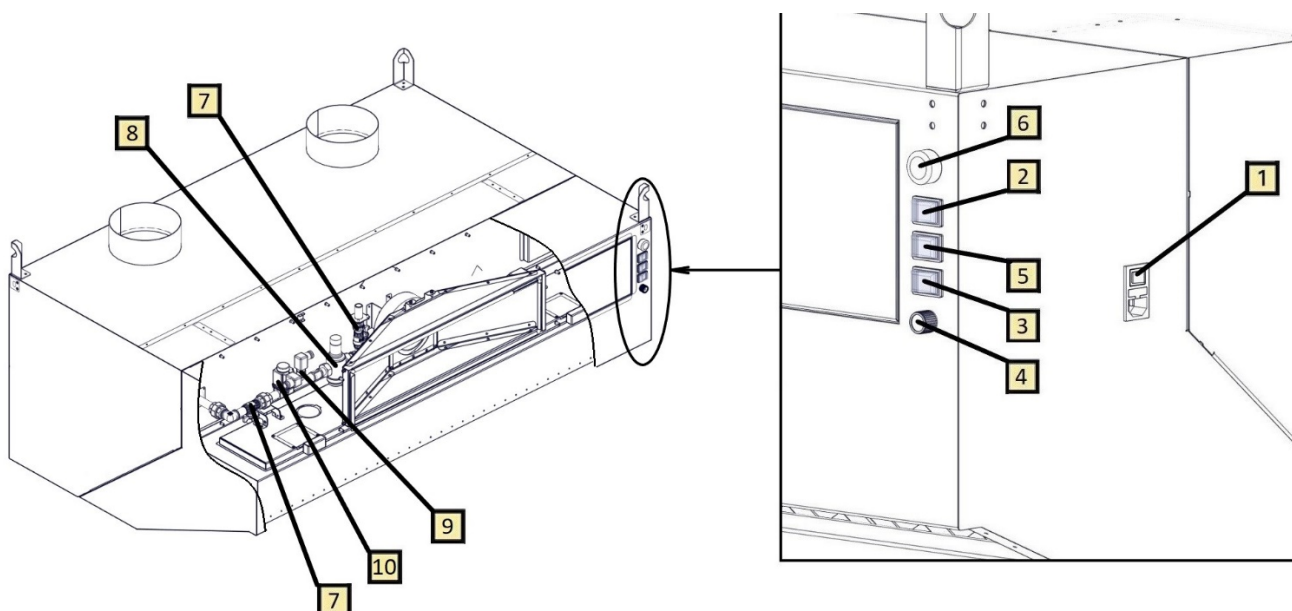

Рис. 3 – Запуск оборудования
- Проверить уставку, либо установить значение 3 бар на регуляторе давления (поз. 8, рис. 3);
- Подать электропитание включением соответствующего тумблера на боковой стенке STRADA HYDRO Z (поз. 1, рис. 3);
- Открыть шаровые краны по подаче воды (поз. 7, рис. 3);
- Перевести электромагнитный клапан (поз. 10, рис. 3) подачи воды на форсунки в открытое положение нажатием соответствующей кнопки на передней стенке STRADA HYDRO Z (поз. 2, рис. 3);
- Включить приточный вентилятор для подачи потока на очистку нажатием соответствующей кнопки на передней стенке STRADA HYDRO Z (поз. 3, рис. 3);
- отрегулировать расход приточного вентилятора соответствующим регулятором на передней стенке STRADA HYDRO Z (поз. 4, рис. 3);
- Перевести электромагнитный клапан подачи воды на форсунки в открытое положение нажатием соответствующей кнопки на передней стенке STRADA HYDRO Z (поз. 2, рис. 3);
- Включить приточной вентилятор для подачи потока на очистку нажатием соответствующей кнопки на передней стенке STRADA HYDRO Z (поз. 3, рис. 3);
- Выключить приточной вентилятор для подачи потока на очистку нажатием соответствующей кнопки на передней стенке с (поз. 3, рис. 3);
- Перевести электромагнитный клапан подачи воды на форсунки в закрытое положение нажатием соответствующей кнопки на передней стенке STRADA HYDRO Z (поз. 2, рис. 3);
- Выключить электропитание соответствующим тумблером на боковой стенке STRADA HYDRO Z (поз. 1, рис. 3).
На передней панели STRADA HYDRO Z расположена кнопка включения подсветки оборудования (поз. 5, рис.3). В соответствии с показаниями реле давления (поз. 9, рис. 3) в случае снижения параметра ниже 2 бар в системе водоснабжения происходит индикация соответствующей лампы (поз. 6, рис. 3).